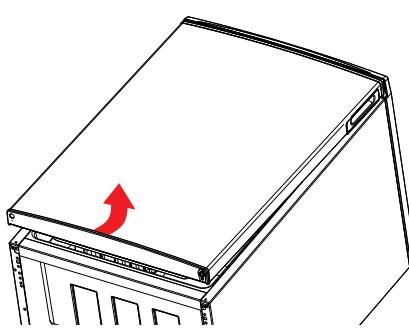

Fig. 3
- Empuje hacia abajo ligeramente con las dos manos la puerta de la cámara frigorífica y extrágala de la bisagra superior (fig. 3).
- Retire la puerta de cámara frigorífica (4) y colóquela en un lado asegurándola contra caídas y sobre una base blanda para evitar posibles arañazos.